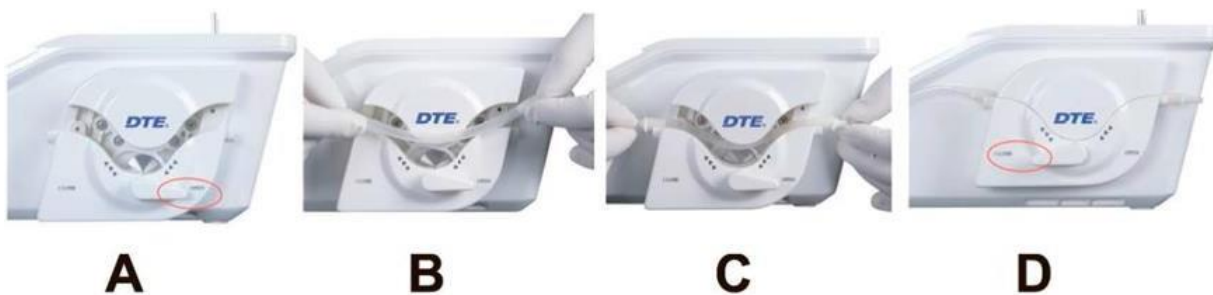

Рис.2
1. Откройте крышку (Рис.2 - А) до упора.
2. Вставьте трубку для воды в рабочее колесо (Рис.2 – В, С).
3. Закройте плотно крышку (Рис.2 - D).
Запрещено активировать ножную педаль Surgery-X LED при открытой крышке перистальтической помпы. (Рис.2 – В, С) Движущиеся части аппарата могут травмировать пользователя.